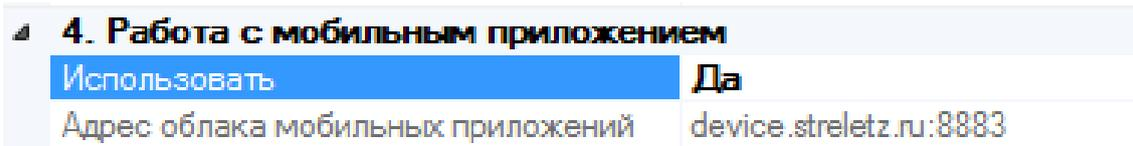

Рисунок 6.47
- Включить для модуля режим работы с Мобильным приложением и запрограммировать прибор (Рисунок 6.47).